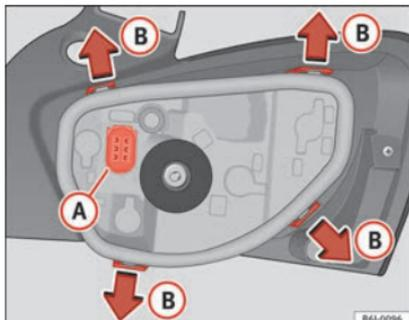

Fig. 196 Remplacement des ampoules des feux arrière.
- Retirez le support d'ampoules en le séparant du boîtier. Appuyez pour cela sur les pattes de fixation (B) dans le sens des flèches »» fig. 196.